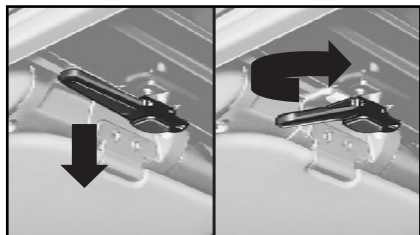

fig. 54
2) Saisir les poignées, les baisser, les tourner vers l'intérieur de la voiture **fig. 54** et soulever la partie avant de la capote de la traverse de pare-brise.